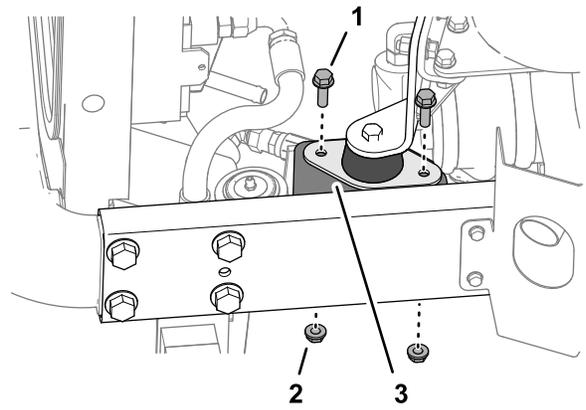

图41
1. 在机器右侧卸下将发动机安装架固定至机架发动机支架的2个凸缘头螺丝5/16 x 1英寸和2个锯齿凸缘螺母5/16英寸图41。